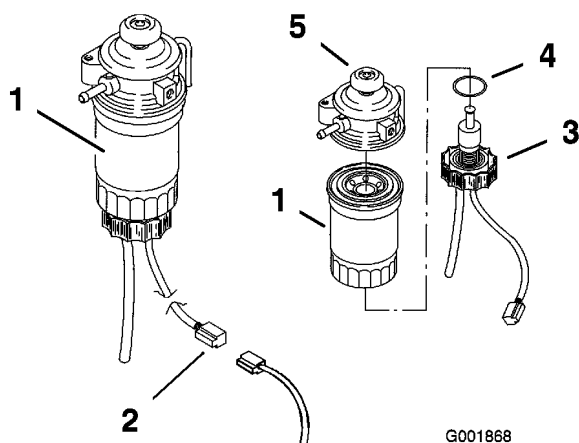

Figura 48
6. Togliete il tappo di spurgo e scartate l'o-ring (Figura 48).
8. Montate un nuovo filtro serrandolo a mano finché la guarnizione non sfiora la sede, quindi serrate di un altro 1/3 di giro (Figura 48).